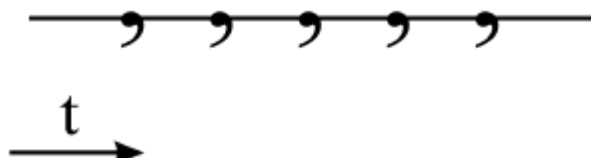

Рис. 4. Бесконечный ряд частиц с трансляцией  $t$
*Трансляция* — это перенос всех частиц по параллельным направлениям в одну и ту же сторону на одинаковую величину. На рис. 4 показан симметричный бесконечный ряд фигурок (это могут быть какие-то группы атомов), расположение которых характеризуется единственным элементом симметрии — трансляцией, показанной стрелкой. Трансляция является простым элементом симметрии, присущим каждой пространственной решетке. Комбинация трансляции с плоскостью симметрии приводит к появлению плоскости скользящего отражения, сочетание трансляции с поворотной осью создает винтовую ось.